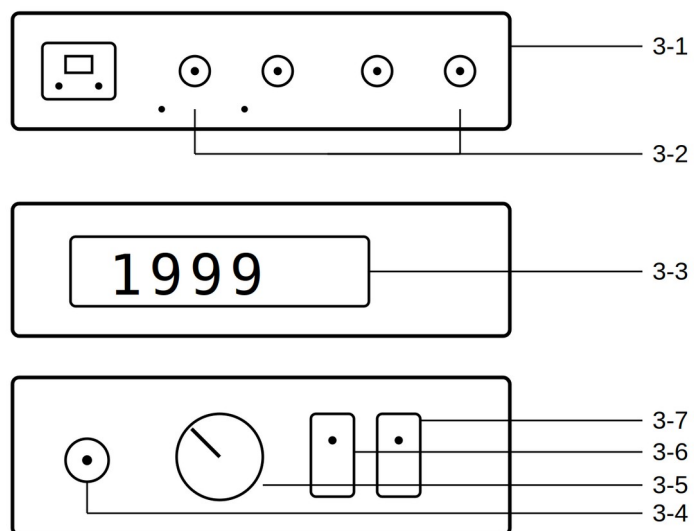

Рис. 1
- a. Переведіть «Вимикач живлення» (3-7, Рис. 1) у положення «Увімк.» (позиція «1»).
- b. Поверніть «Поворотний перемикач діапазонів» (3-5, Рис. 1) у зручний і правильний діапазон: 200 мОм, 2000 мОм, 20 Ом, 200 Ом або 2000 Ом.
- c. Для вимірювання в діапазоні 200 мОм установіть «Перемикач піддіапазонів» (3-6, Рис. 1) у положення «200 Ом».
- d. Для всіх інших діапазонів (окрім 200 мОм) установіть «Перемикач піддіапазонів» (3-6, Рис. 1) у положення «2000 мОм, 20 Ом, 200 Ом, 2000 Ом».
- b. Обертайте «Ручку встановлення нуля» (3-4, Рис. 1), доки покази дисплея не дорівнюватимуть нулю.